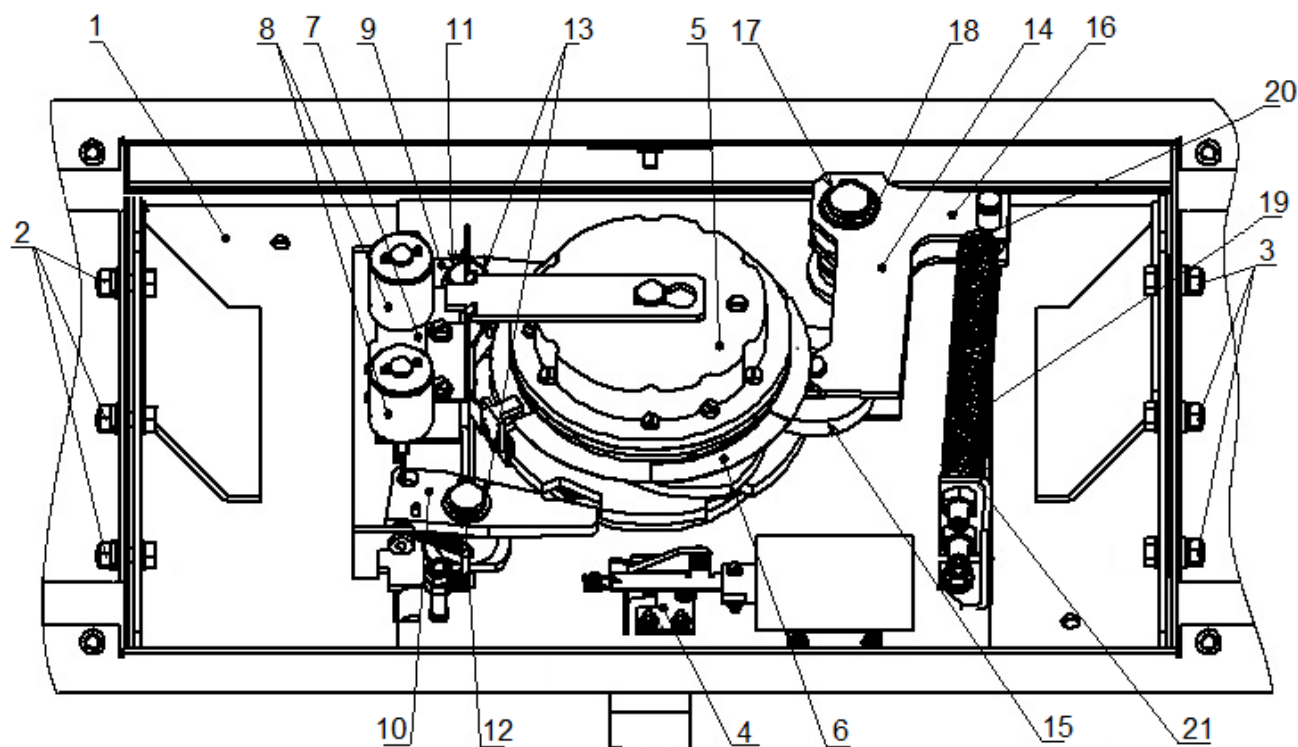

Рисунок 16. Узел вращения преграждающих планок турникета
6. Осмотрите узел вращения преграждающих планок турникета (см. рис. 16): устройство доворота (толкатель, пружины и ролик), оптические датчики поворота преграждающих планок и демпфирующее устройство.
7. Удалите чистой ветошью, смоченной спирто-бензиновой смесью, возможное загрязнение с поверхности кольца контрольного (6, рис. 16), находящегося в зазоре оптических датчиков поворота преграждающих планок.
- смазкой **Chain and Rope Lube Spray - WEICON** оси вращения рычага толкателя (17, рис. 16) ролика (15, рис. 16) и стопоров (11, 12, рис. 16);
- смазкой **Chain and Rope Lube Spray - WEICON** детали механизма аварийного открытия прохода (4, рис. 16).
- смазкой ШРУС-4 точки крепления пружин доворота (20, 21, рис. 16),
12. Проверьте крепление преграждающих планок (5) в шарнирных узлах турникета и, при необходимости, подтяните крепежные винты.
15. Установите на место крышку (3) в порядке, обратном снятию и зафиксируйте ее винтом.